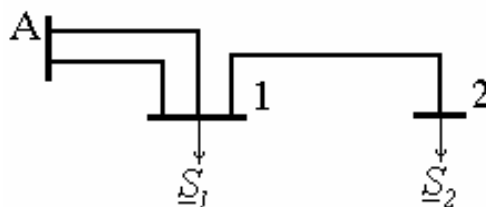

Рис. 75. Схема сети к задаче 58
**Задача 58.** Для сети, изображенной на рис. 75, проходящей во II районе